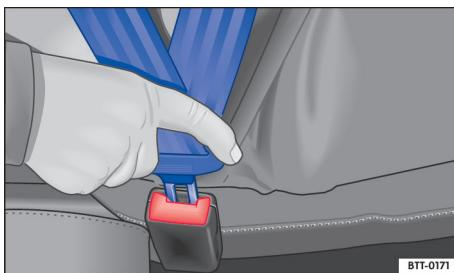

图 22 安全带锁扣和插口
- 将锁舌插入所属座椅的安全插锁内，下压，直至听到啮合声→图 22。安全带锁舌被锁扣锁止。